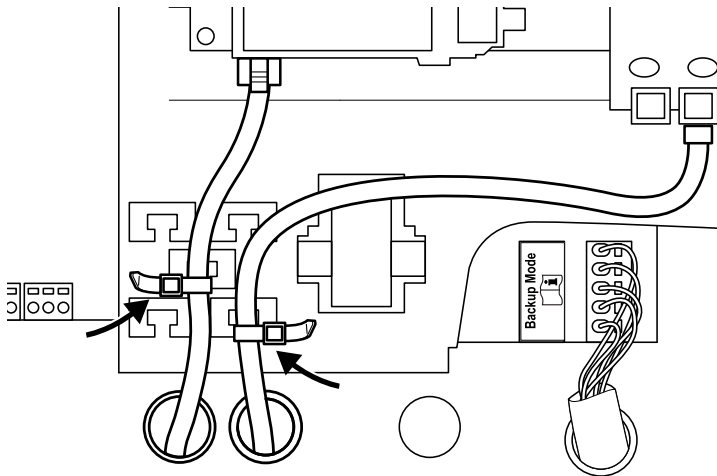

Abb. 34: Kabel auf der Kabelaufgabe befestigen
2. Alle Kabel mit einem Kabelbinder fachmännisch auf der Kabelaufgabe befestigen.  **Abb. 34**